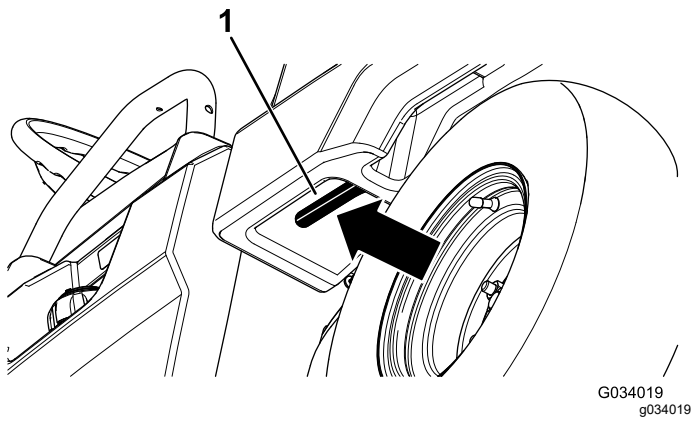

Bild 21
1. Ziehen Sie den Hebel an der linken Innenseite der Ladepritsche zu sich und heben Sie die Ladepritsche an (Bild 21).
1. Heben Sie den Hubhebel an, um die Ladefläche etwas anzuheben (Bild 21).